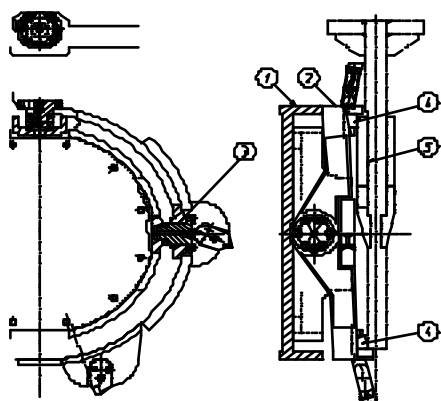

図2-1 揺動リングとカムローラ
- (1) 従来の施工機より軽量でコンパクトな掘削機とする
- (2) ドラムカッタ相互の干渉による掘り残し部をなくす全断面掘削が可能な構造とする
従来、水平多軸式掘削機のドラムカッタ相互が干渉する掘り残し部分は、可動ツースおよびリングカッタなどを配置し掘削していたが、MPD-TMX機は揺動リングカッタとカムローラを組み合わせることにより、コンパクトな掘削機構とし、ドラムカッタ駆動用のオイルモーターをドラムカッタ内に収納した。そのため、ドラムカッタの上部は駆動用モータに供給する油圧ホースの配管だけとなった。なお、揺動リングカッタとカムローラの構造は図2-1に示すが、①のドラムカッタ部、②・③・④の揺動リングカッタ部および⑤のカムプレート部で構成している。ドラムカッタ部①に取り付けられている揺動リングカッタ②は、ピン③を中心として回転しながら揺動する。また、揺動リングカッタに2箇所取り付けられたカムローラ④は、カムプレート⑤の表面をころがり 90° 回転した位置までころがるとカムプレートに案内され、横方向に広がっていたローラ上部が縮み、入れ替わるように反対側のローラが広がる構造となっており、全断面掘削を可能にしている。なお、写真2-1に揺動リングカッタの概要を示す。